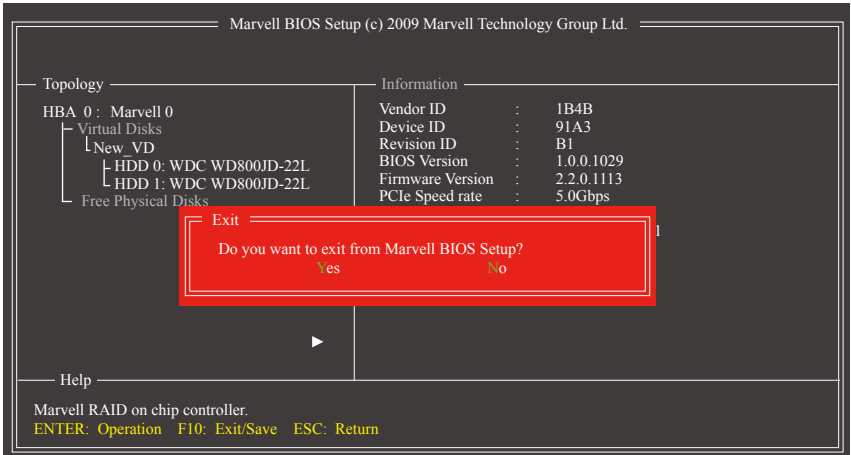

图7
5. 储存设定并离开：设定好磁盘阵列要离开RAID设定程序前，请务必在主画面选择按<F10>能。确定离开请按<Y>，取消请按<N> (图7)。按下来就可以进行操作系统的安装了。